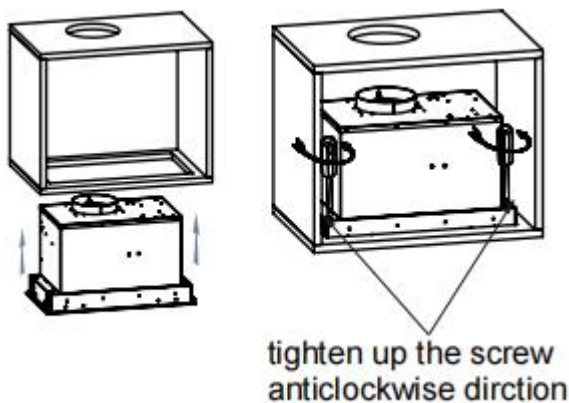

Рис. 2
3. Вставте витяжку в шафу, закріпіть її гвинтами за допомогою викрутки та переконайтеся, що витяжка надійно закріплена. Див. рис. 2.